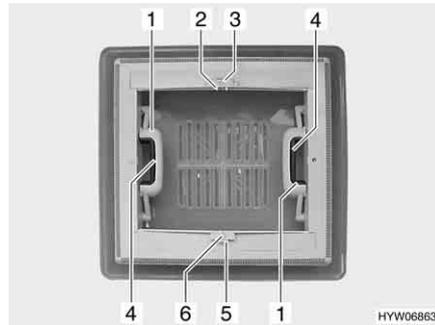

Fig. 17 Oblò a scatto
Apertura: ■ Premere la chiusura a scatto (Fig. 17,4) verso l'interno dell'oblò. Premere contemporaneamente verso l'alto l'oblò con la maniglia (Fig. 17,1).
Chiusura: ■ Tirare con forza verso il basso le due maniglie (Fig. 17,1) dell'oblò, fino a quando non scattano entrambe le chiusure.
Chiusura: ■ Premere l'arresto (Fig. 17,5) verso il lato esterno dell'oblò.
■ Tirare l'oscurante a rullo per la maniglia (Fig. 17,6) fino alla maniglia contrapposta della zanzariera a rullo (Fig. 17,2) e farla innestare.
Apertura: ■ Serrare la maniglia (Fig. 17,2). L'arresto si sblocca.
■ Ricodurre lentamente l'oscurante a rullo accompagnandolo con la maniglia (Fig. 17,6).
Chiusura: ■ Premere l'arresto (Fig. 17,3) verso il lato esterno dell'oblò.
■ Tirare la zanzariera a rullo per la maniglia (Fig. 17,2) fino alla maniglia contrapposta dell'oscurante a rullo (Fig. 17,6) e farla innestare.
■ Ricodurre lentamente la zanzariera a rullo accompagnandola con la maniglia (Fig. 17,2).